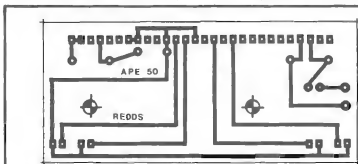

Fig.4
**- FIG. 4 - "CHAPEADO" DA MONTAGEM (PLACA DE "APOIO")** - A mesma placa da figura anterior, mas agora vista pela face não cobreada, com os (poucos...) componentes devidamente posicionados. Atenção aos seguintes pontos: polaridade do capacitor eletrolítico (demarcada na figura e no próprio "corpo" do componente), posição do diodo zener (a extremidade marcada por uma faixa ou anel de cor contrastante deve ficar "apontada" para o transformador...) e ligação/identificação dos terminais do transformador... Quanto a este último, notar que o "lado" do primário, correspondente à entrada da Tensão de rede (110 ou 220V) não deve ter seus fios ligados diretamente à placa (conforme veremos na próxima figura). Já no lado do secundário, os fios correspondentes a "0" e "9" volts devem ser inseridos e soldados às respectivas ilhas/furos... Lembrar que, se o dito secundário for para "0-9" terá seus dois únicos fios diretamente aproveitados, porém se o tal secundário for de 3 fios ("9-0-9"), um dos fios extremos deverá ser "desprezado", conectando-se à placa apenas o fio central e o correspondente a um dos extremos... Ob-